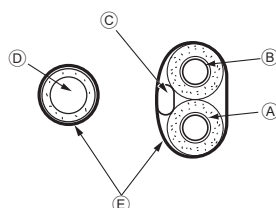

Fig. 3-6
3.3.1. Extraction et traitement de la tuyauterie et du câblage (Fig. 3-6)